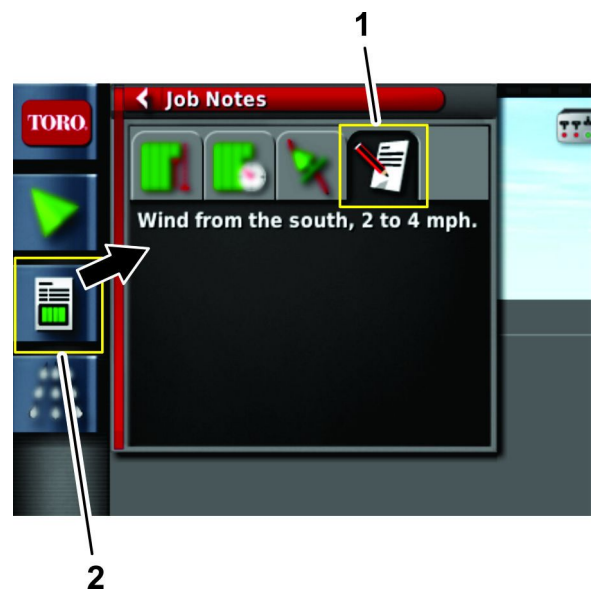

Figure 87
1. Cliquez sur l'icône Données des tâches (Figure 87).
2. Appuyez sur l'icône Job Notes (notes des tâches) (Figure 87).